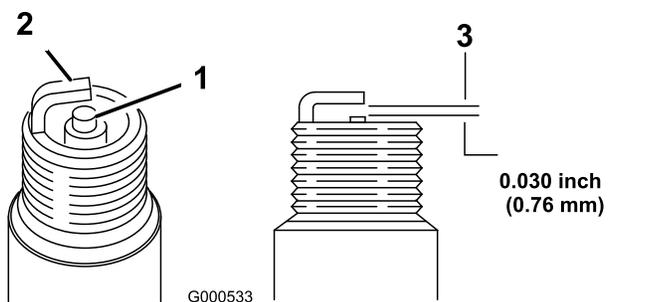

图 30
1. 查看火花塞的中心 图 30。
2. 检查中心电极与侧电极之间的空隙 图 30、如果空隙不正确、则弯转侧电极。